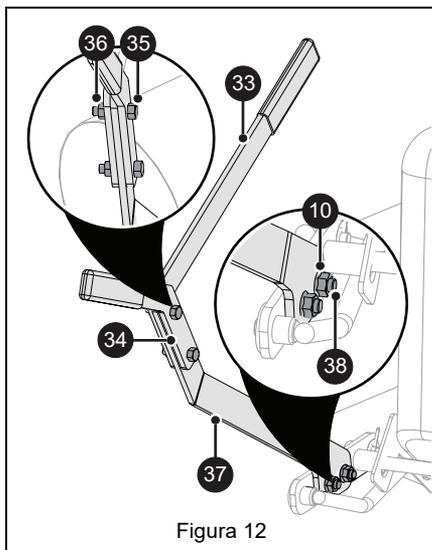

Figura 12
6. Fije el soporte ROPS y el bastidor lateral. Consulte Figura 12.